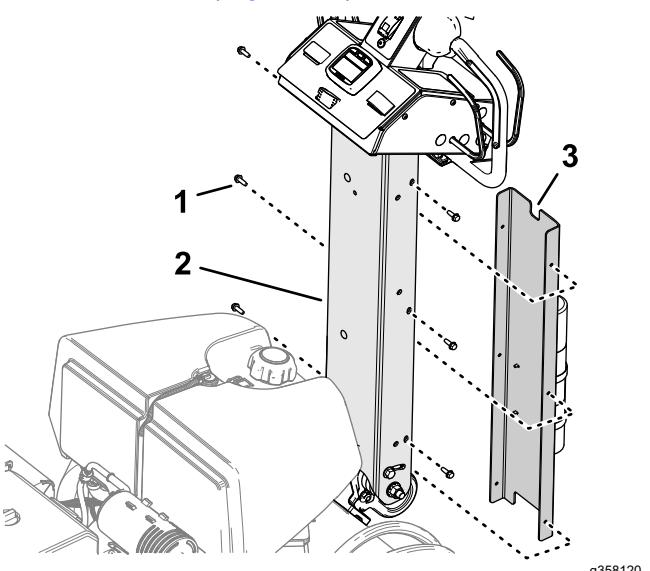

Figura 12
- Allineate il piccolo incavo del coprimaniglia con l'incavo in alto (Figura 12).